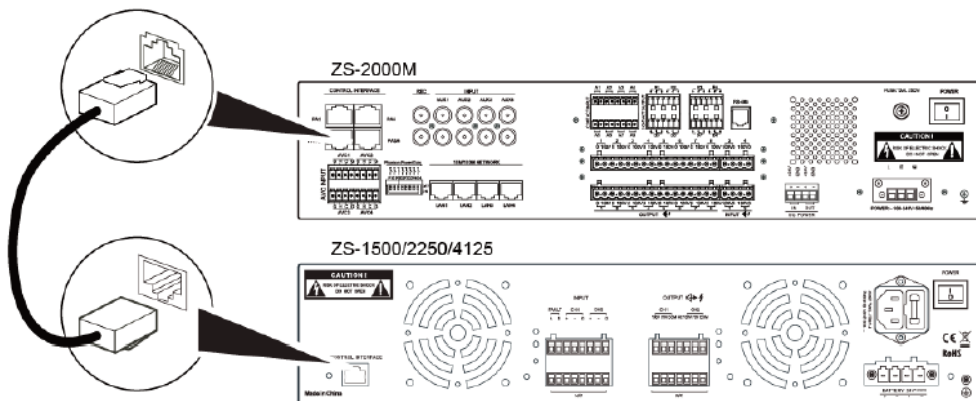

Figura 15 Conexión del cable de audio RJ45 al ZS-2000M y al ZS-1500/ ZS-2250/ ZS- 4125
1. Conecte el puerto RJ45 del ZS-1500/ ZS-2250/ ZS-4125 al puerto de control del ZS-2000M utilizando las líneas de entrada de audio que se incluyen en el paquete que contiene el ZS-1500/ ZS-2250/ ZS-4125, como se muestra en la Figura 15.